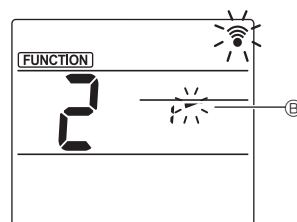

Fig. 3
- ③ Luftklappenwinkel einstellen (Fig. 3)